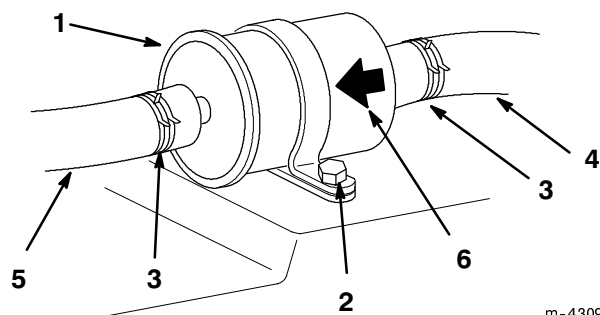

Figure 42
- Retirer le boulon de fixation du filtre, et détacher le filtre (Fig. 42).
- Pincer les extrémités des colliers et faire glisser ceux-ci pour les éloigner du filtre (Fig. 42). Détacher du filtre les conduites d'alimentation.
- Enfoncer les conduites d'alimentation sur le filtre neuf, et rapprocher les colliers pour fixer les conduites (Fig. 42). La flèche de sens d'écoulement doit être pointée vers le moteur et la pompe d'alimentation. Fixer le filtre au châssis à l'aide du boulon enlevé précédemment (Fig. 42).